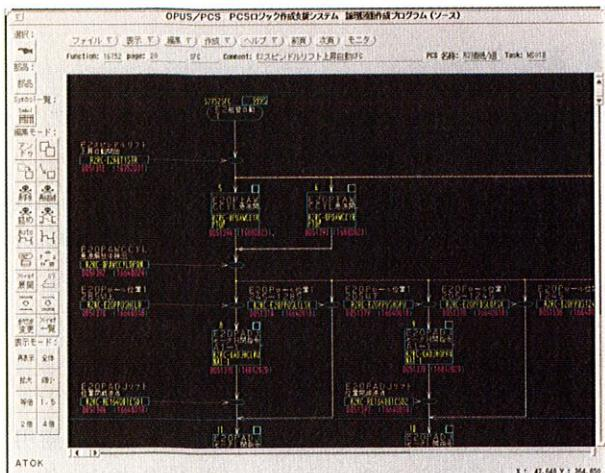

図3. SFC 自動シーケンスに使用されるSFCの例。実行中のステップが次の画面に移ると、画面も自動的に切り換わる。
- (2) SFC(Sequential Function Chart) 順序シーケンス用の仕様書。PCS7000 の基本言語の SFC は IEC(国際電気標準会議)の SFC 規定に準拠しているが、機械メーカの仕様入力も考慮して、フロー作成のルールを大幅に緩和している。IEC の規定から外れているフローは自動的に必要なフロー記号を補って、PCS7000 のオブジェクトを作成する(図 3)。